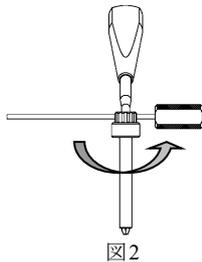

図2
- ドリルスリーブからガイドピンスリーブを取り外します。手回しで取り外し難い場合は、ガイドピンスリーブのつまみ部にある丸穴にガイドピンブッシャーを挿入して回すことにより、取り外しを容易にします。(図2)